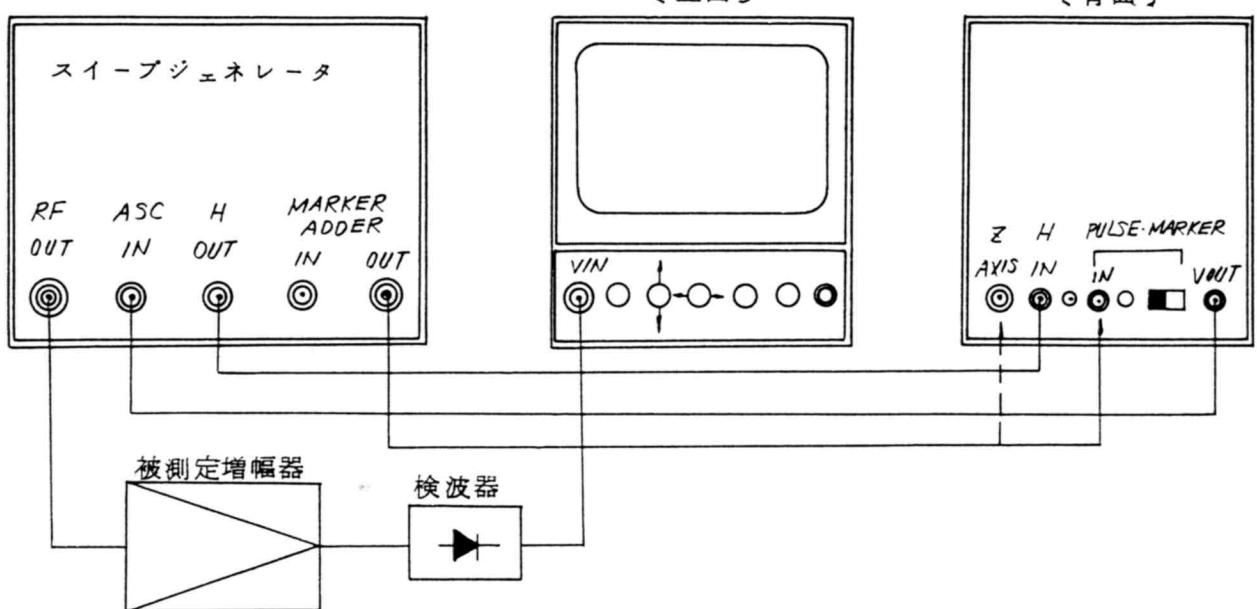
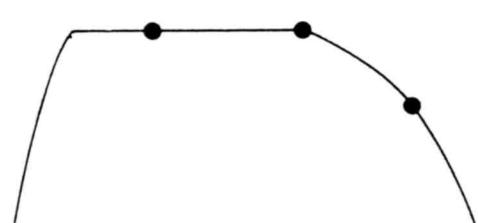

図2 マーカ信号の加え方の他の例
図4 輝度変調マーカ例
(図2参照)
- 6) 輝度変調マーカを用いる場合には図2の点線のように本器背面のZ-AXIS INPUT コネクタにパルスマーカ出力を加える。(図4参照)